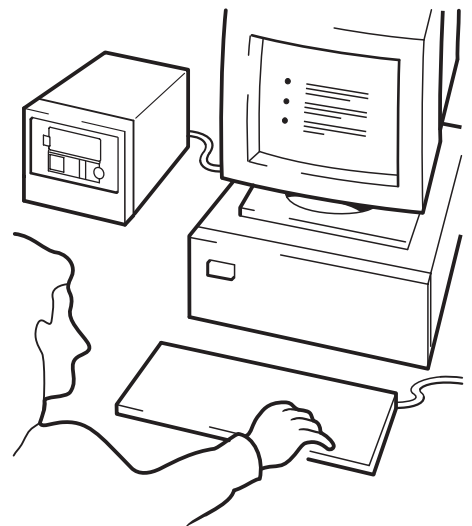

図 14d: HP OBDR、ステップ 4
- 画面の指示に従ってオペレーティング・システムを設定します (図 14d を参照)。これらはバックアップ・ソフトウェアによって変化します。通常は、すべてのメッセージに対し、[Enter] を押してデフォルトの応答を受け入れることができます。